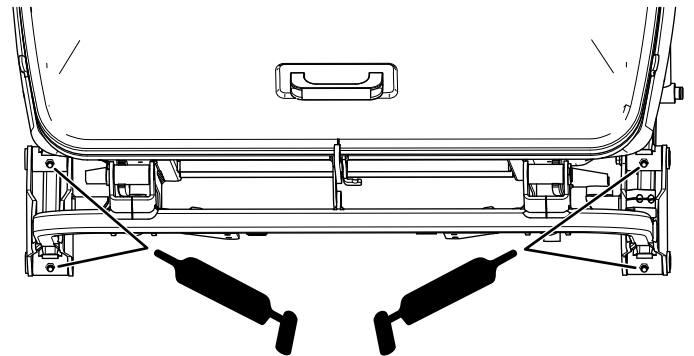

Figura 49
- Brazos de la tolva – parte inferior, trasera (Figura 49)